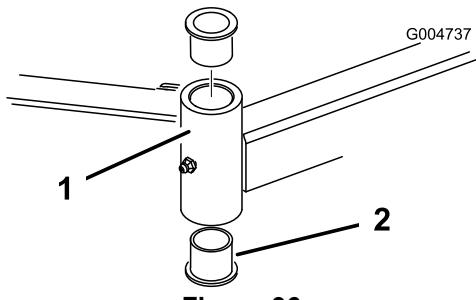

Figure 96
4. Insérez un chasse-goupille dans le haut ou le bas du tube de montage et chassez la bague hors du tube (Figure 96).